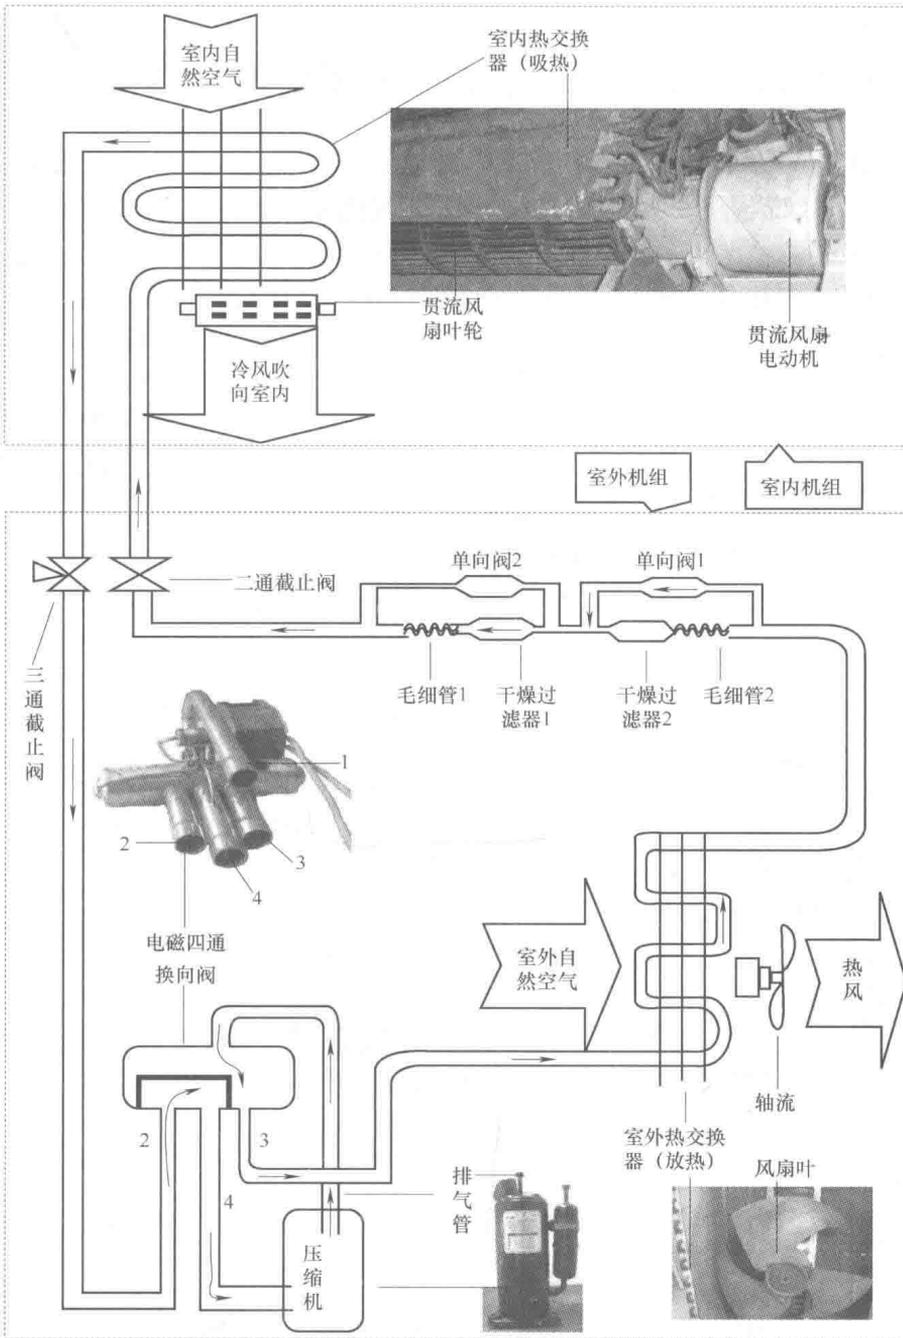
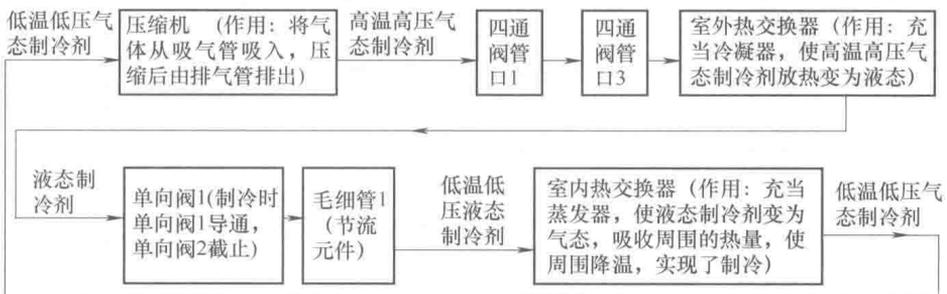

图 1-2 空调器制冷运行时制冷剂的循环流动及各部件的连接关系
图 1-3 空调器制冷运行时制冷剂的循环流动与状态循环变化示意图
1) 电磁四通换向阀（见图 1-2）及其作用：冷暖型空调器是通过一个电磁四通换向阀来实现制冷和制热两种模式的相互转换。四通阀的各管口与其他部件的连接关系是，管口 1 与压缩机的排气管相连，管口 4 与压缩机的吸气管相连，管口 2 与室内机热交换器相连，管口 3 与室外热交换器相连。在制冷模式，四通阀的线圈处于失电状态，内部的滑块静止在左端，其结果是使管口 1 和管口 3 相连通，管口 2 和管口 4 相连通。
2) 制冷循环过程示意图：制冷运行时制冷剂的循环流动、状态循环变化及各部件的连接关系如图 1-2 和图 1-3 所示。
看图提示：在图 1-2 中从压缩机的排气管出发，沿箭头方向弄清制冷时制冷剂的流向，并掌握连接关系是检修入门的关键之一。与第 4 章图 4-1 的⑧中的实物结合起来看，学习效果最佳。